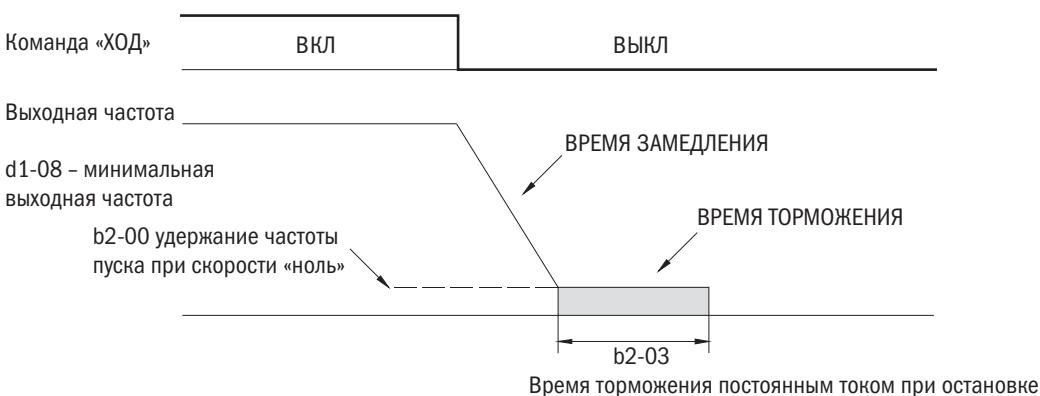

Рис. 6.3. Замедление
- Если выходная частота падает ниже b2-00, торможение постоянным током возможно в течение установленного в b2-03 времени. См. рис. 6.3.